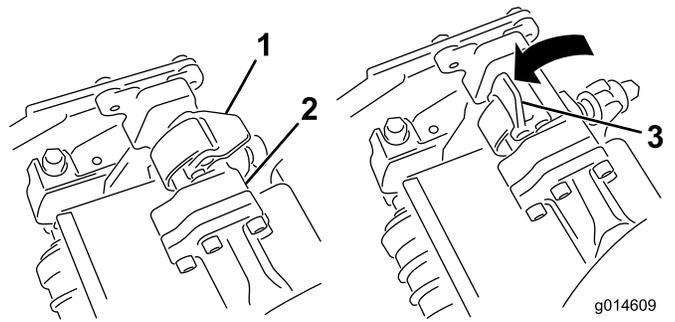
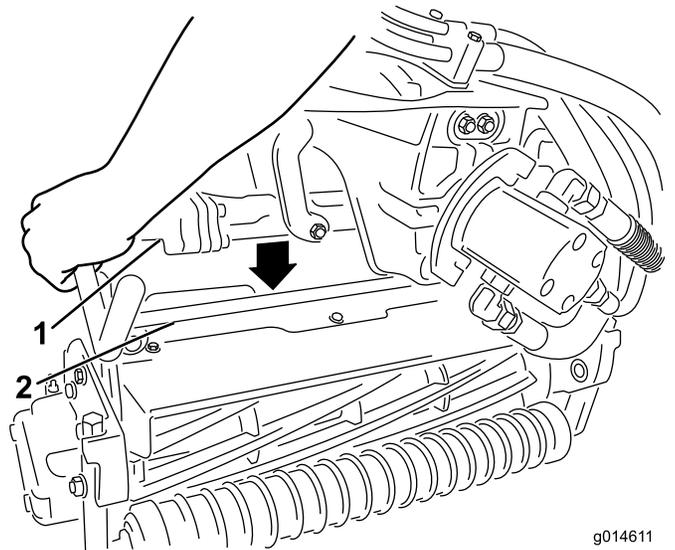

図 32
図 33
3. サスペンション・アームのバーについているラッチを上向き (開いた状態) にして (図 32)、サスペンション・アームを押し下げて、バーを、カッティングユニットのバーの上に被せるようにする (図 33)。
4. ラッチを下げて閉じるとカッティングユニットのバーがロックされてユニットがアームにセットされる (図 32)。
4. 取り外したいカッティングユニットのサスペンション・アームのバーについているラッチを開く(図 32)。